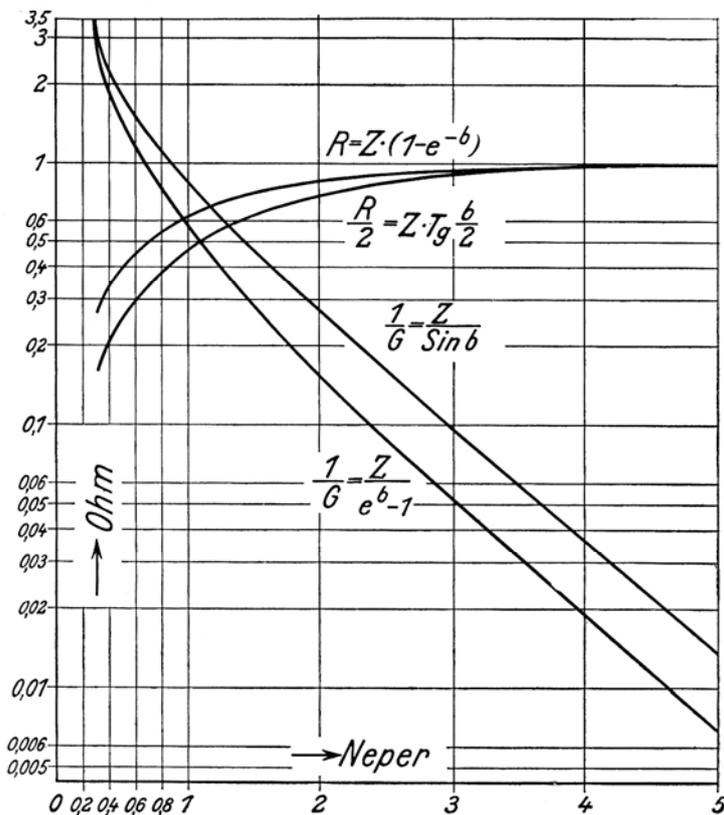

Bild 3. Kurvenblatt zur Ermittlung der R- und  $\frac{1}{G}$ -Werte. Ohm = f (Neper).
Die Berechnung der Regler ist — abgesehen davon, daß man Tabellen der e- und Hyperbelfunktionen zur Hand haben muß — ziemlich langweilig. Wir haben deshalb die R- und G-Werte für Z = 1 Ω in einem Kurvenblatt (Bild 3) wiedergegeben, an dem die Werte für die gewünschten Dämpfungsstufen mit für die Praxis hinreichender Genauigkeit einfach abgelesen werden können. Für jeden in Frage kommenden Anpassungswiderstand (Z) brauchen die Werte nur mit dem Z-Wert multipliziert zu werden und lassen sich mühelos errechnen. An Hand von zwei Beispielen soll der Gang der Rechnung veranschaulicht werden.
1. Beispiel: Ein L-Regler nach Schaltung 1a und b soll zwischen Ausgangsübertrager und Schwingpule eines permanentdynamischen Lautsprechers geschaltet werden. Sekundärwicklung des Ausgangstransformators sowie Schwingpule sind auf 4 Ω angepaßt. Die im Kurvenblatt (Bild 3) zu findenden Werte sind also mit 4 zu vervielfachen. Der Regler soll 6 Stufen zu je 0,5 N erhalten (höchste Dämpfung demnach 3 N) sowie eine Abschaltstellung.
Nach Bild 3 finden wir folgende Werte:
Nach dem Kurvenblatt (Bild 3) ergeben sich folgende Werte: